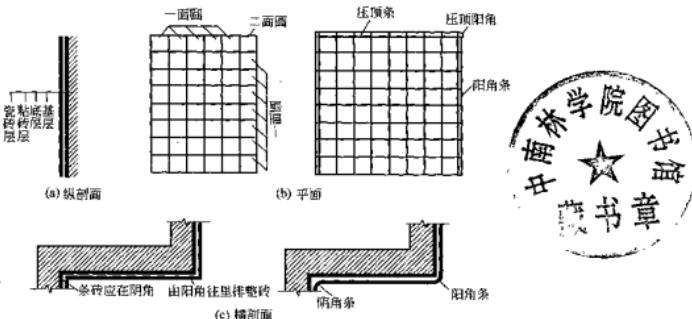
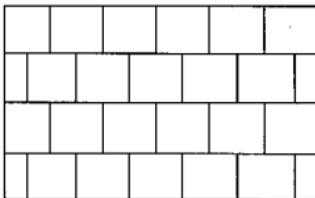

图 4-10-8 直线排列
图 4-10-9 错缝排列
①墙面镶贴。在清理干净的找平层上,依照室内标准水平线,找出地面标高,按贴砖的面积计算纵横的皮数,用水平尺找平,并弹出釉面砖的水平和垂直控制线。如用阴阳三角镶边时,则将镶边位置预先分配好。横向不足整块的部分,留在最下一皮与地面连接处。釉面砖的排列方法有“直线”排列和“错缝”排列两种。见图 4-10-8 和图 4-10-9。